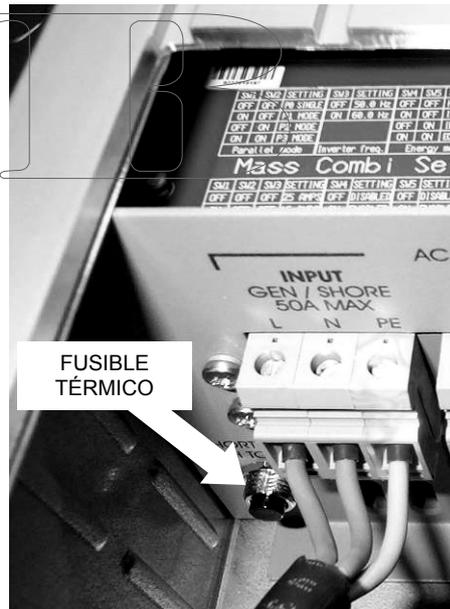

Figura 16: Rearme del fusible térmico
- 5 Espere al menos 2 minutos y, a continuación, rearme el fusible térmico pulsando el botón que se encuentra dentro del compartimento de conexiones (véase la figura 16).